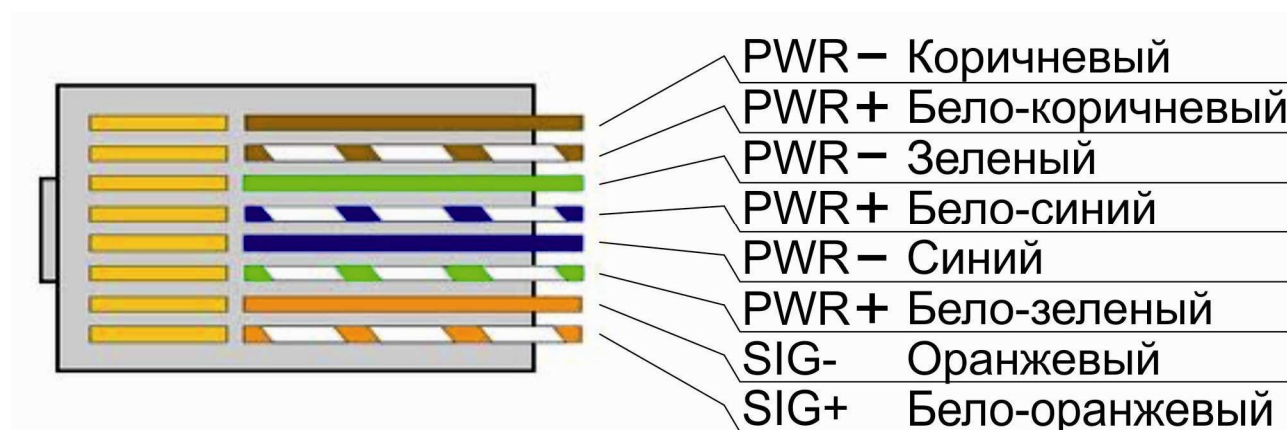
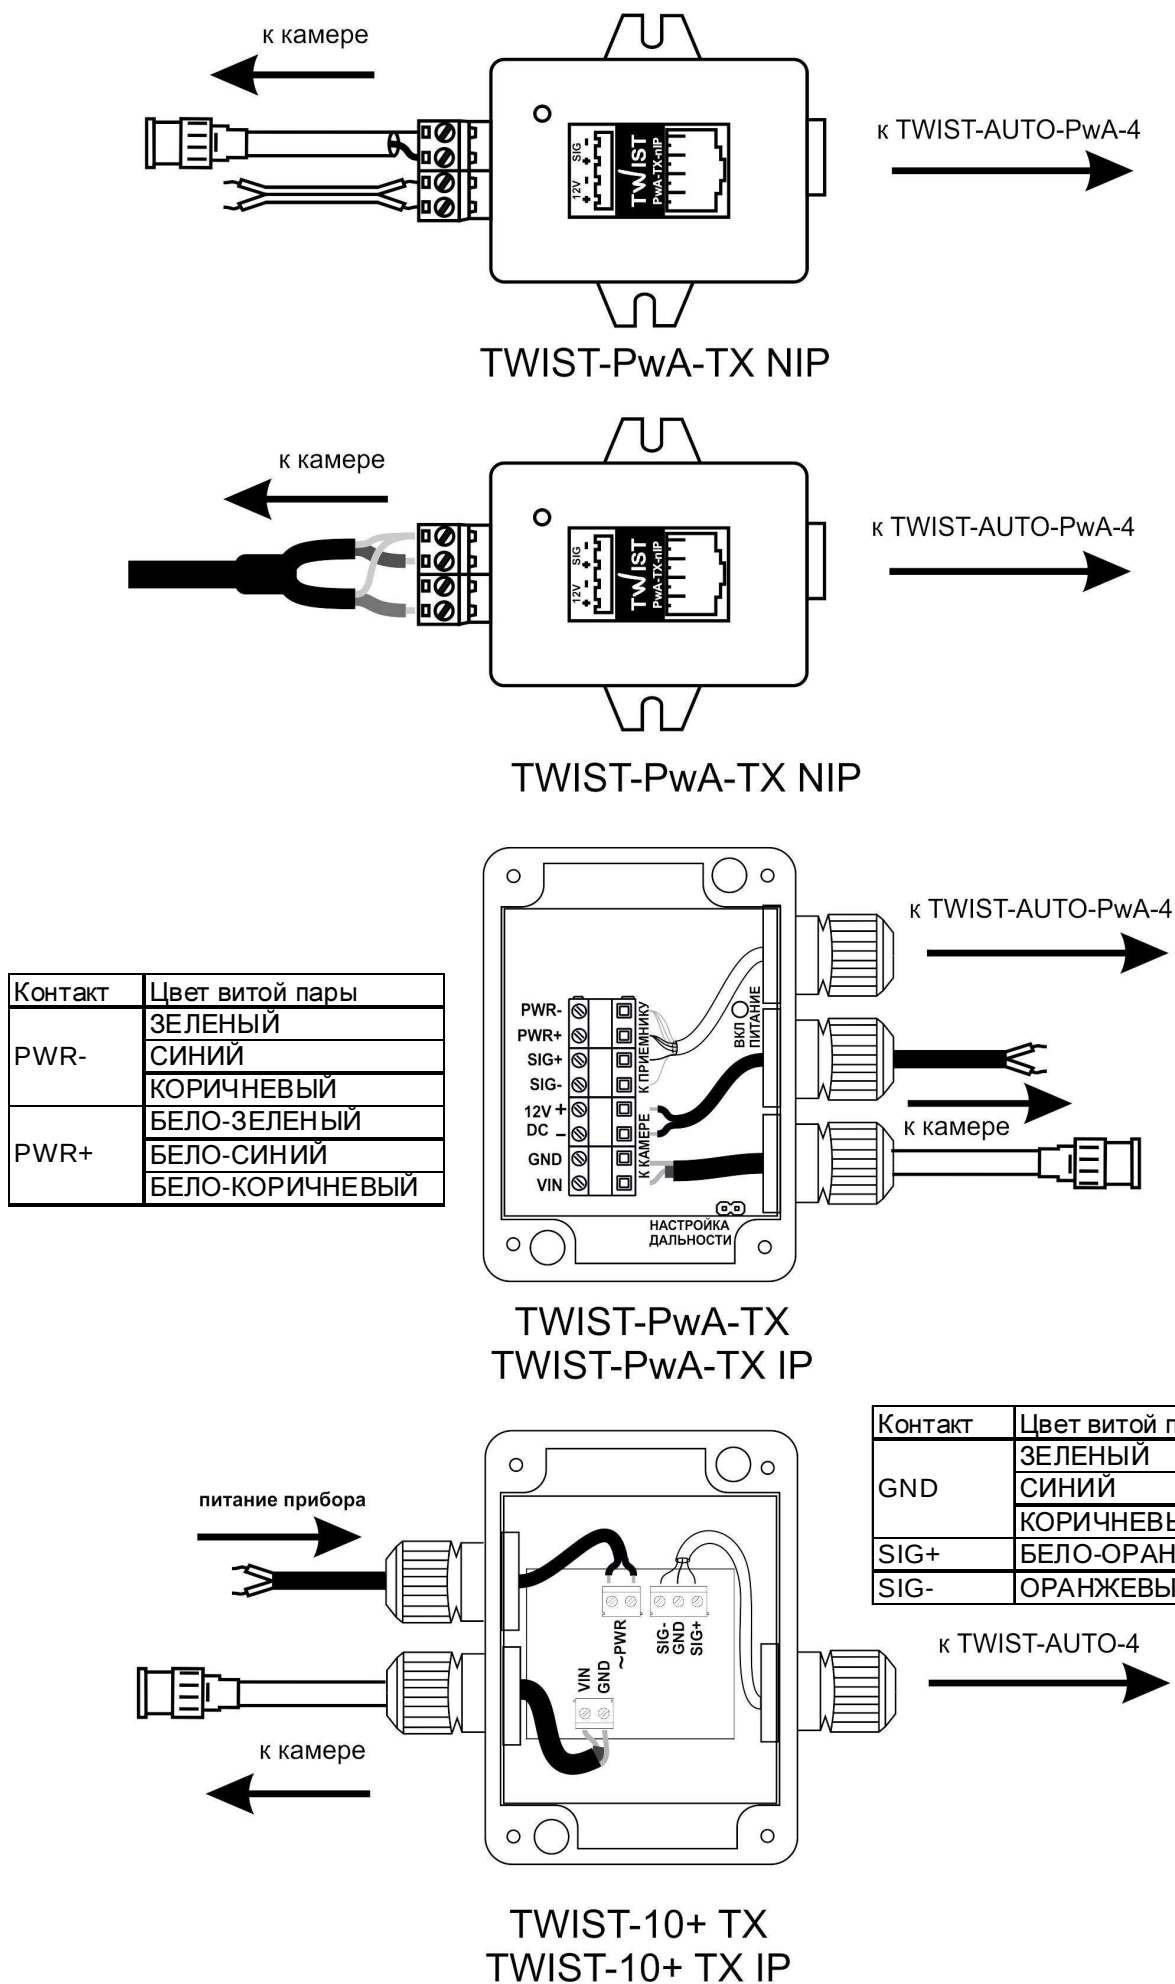

Рис. 11 Обжим кабеля витой пары
Рис. 13 Варианты подключения внешних кабелей к различным декодерам
1. Соединение кодеров и декодеров с линией передачи должно производиться выделенной симметричной витой парой, изолированной от всех других проводов, а также от любых металлических конструкций. Кабель витой пары обжимается по стандарту T568B согласно рис. 11. Пример соединения различных кодеров с декодерами с использованием кабеля UTP показан на рис.12 и рис.13.